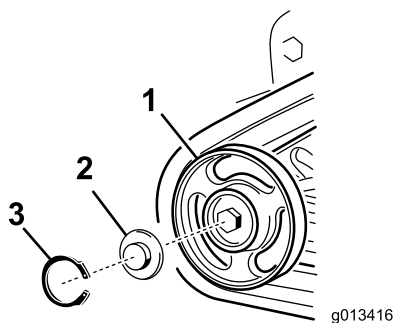

Bild 48
3. Prüfen Sie das Schmiermittel unter der Kappe und um die Dichtung (Bild 48). Wenn es schmutzig, körnig oder verbraucht ist, entfernen Sie das gesamte Schmiermittel, wechseln Sie die Dichtung aus und fügen Sie neues Schmiermittel hinzu.
5. Setzen Sie die eingefettete Straßenradkappe auf den Schraubenkopf (Bild 48).
6. Befestigen Sie die Straßenradkappe mit dem Sprengring (Bild 48).
2. Nehmen Sie den Sprengring und die Kappe vom Straßenrad ab (Bild 48).